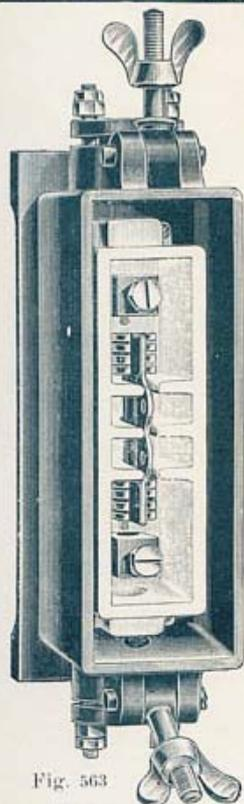

Fig. 563
**COUPE-CIRCUITS 7BIS G (fig. 563)**